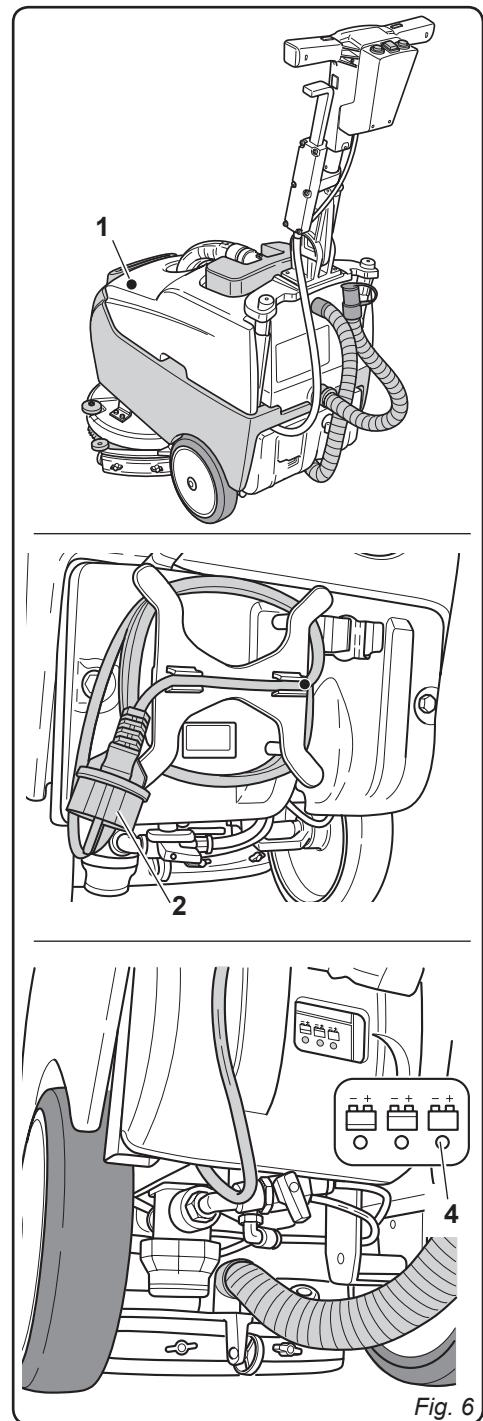

Fig. 6
- Colocar el cepillo (1) en el suelo.
- Levantar por delante la máquina ejerciendo palanca sobre el manillar (2) quitando el apoyo de poliestireno (3).
- Colocar la brida (4) sobre el cepillo(1).
- Pulsar el botón (5) sobre “I”, luego pulsar las palanzas (6) apretando la rotación del cepillo hasta sentir el “CLIC” de enganche, después liberar las palanzas (6) y pulsar el botón (5) sobre “0”.
4.1 CARGA DE LABATERÍA (Fig. 6)